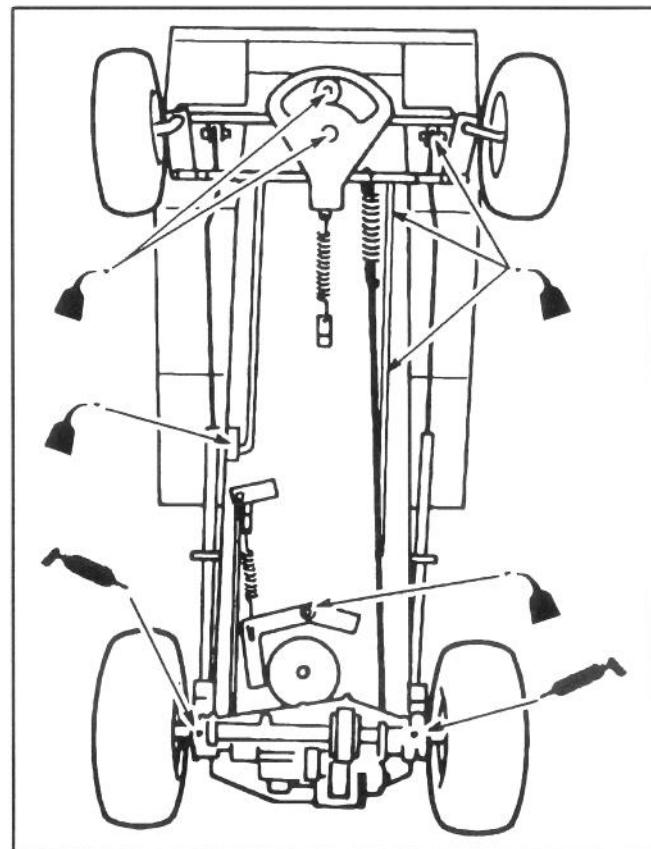
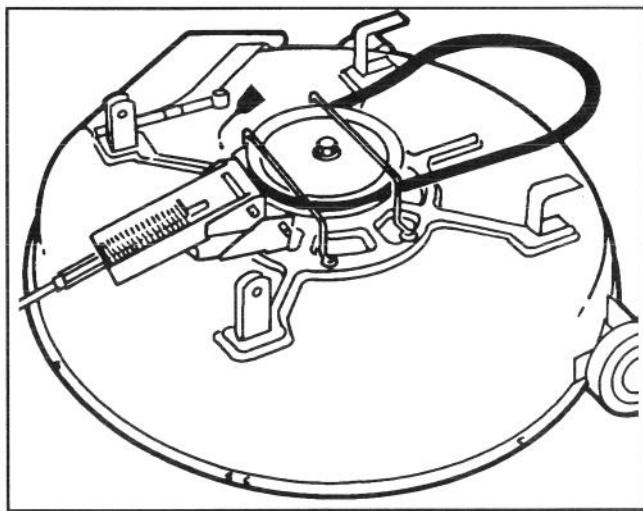

Figure 13
Figure 14
4. Graisser les essieux arrière avec une ou deux gicées de graisse universelle N°. 2. Les graisseurs se trouvent juste à l'intérieur des pneus arrière, au bas de la transmission (Fig. 13).
7. Graisser les points de pivotement de la direction, la transmission, les freins, l'embrayage et la tringlerie d'embrayage de l'unité de coupe avec une huile légère (Fig. 13). Graisser également le carter de la tondeuse (Fig. 14). Essuyer tout excès d'huile.